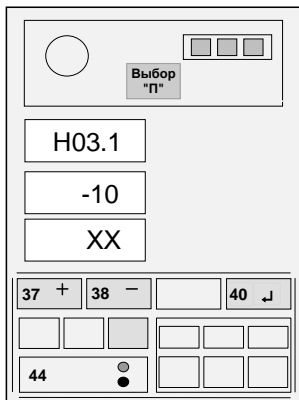

Рисунок 16 – Ввод температуры
Если величина измеренной температуры воздуха отличается от выдаваемой на средний ИЖЦ более чем на 3°C, нажатием кнопки 44 установить на верхнем ИЖЦ код "H03.1" (см. рисунок 16), а затем, нажимая кнопки "+" (37) и "-" (38), установить, контролируя по показаниям среднего ИЖЦ, значение температуры, равное показаниям термометра.